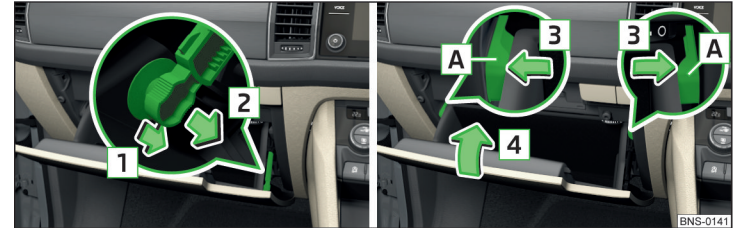

Abb. 371 Ablagefach auf der Beifahrerseite
- › Die Bremsstange in Pfeilrichtung **1** entriegeln und in Pfeilrichtung **2** lösen » Abb. 371.